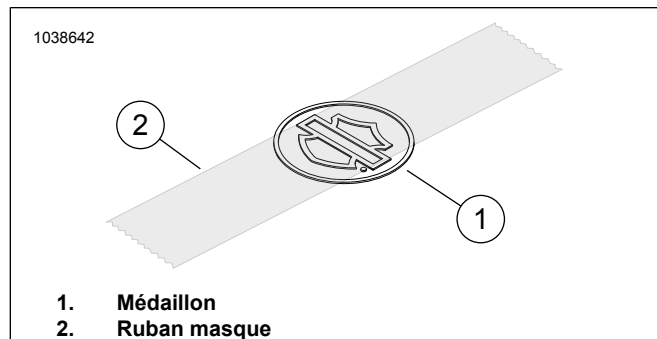

Figure 1. Appliquer du ruban adhésif au médaillon
2. Consultez Figure 1 . Placer un morceau de 3 po de ruban adhésif centré au-dessus de l'emblème bar and shield du médaillon.